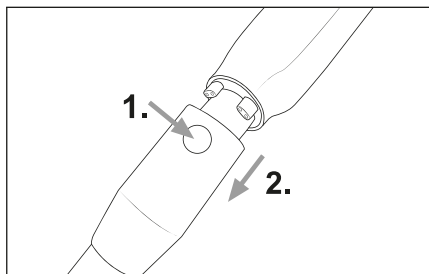

Fig. 8
- ◆ Pour retirer le tube d'aspiration ㉓ de l'appareil, maintenez la touche de déverrouillage du tube d'aspiration ㉔ enfoncée et retirez le tube d'aspiration ㉓ de l'orifice d'aspiration de l'appareil (voir fig. 8).